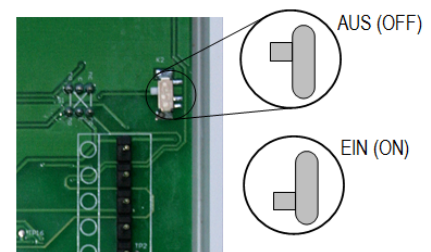

Abb.4: Abschlusswiderstand setzen
- Für den Betrieb mit weiteren vorgeschalteten Video-Innenstationen den Schalter auf Stellung EIN schieben (Abb. 4).